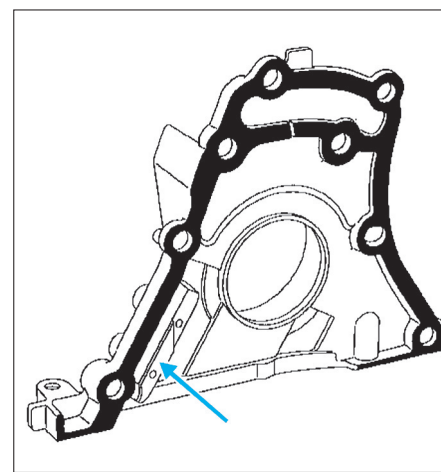

FIG. 38
- vérifier la présence du patin de chaîne sur le carter de palier avant (fig. 38).